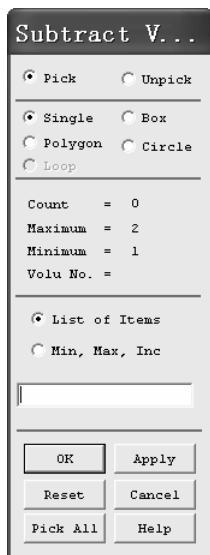
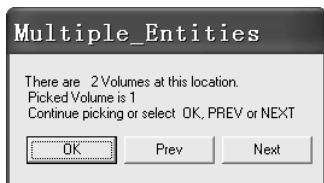

图 2-88 “Subtract V...”窗口
图 2-89 “Multiple_Entities”窗口
(4) 依次选择 Main Menu>Preprocessor>Modeling>Operate>Booleans>Subtract>Volumes, 弹出“Subtract V...”窗口(见图 2-88), 用鼠标单击体模型, 较为细长的长方体变色, 表示被选中, 同时弹出“Multiple_Entities”窗口(见图 2-89)。